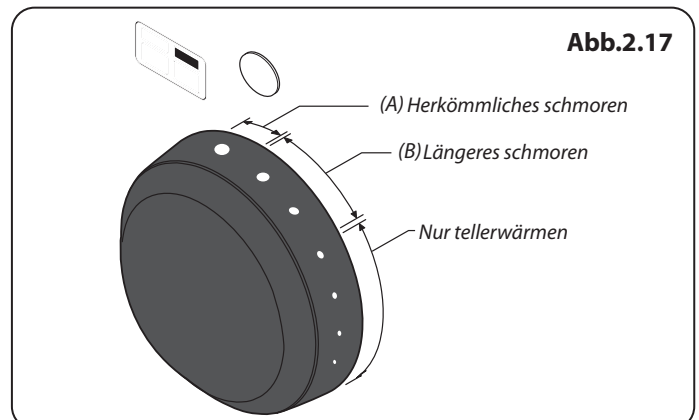

Abb.2.17
Mittels der graduierten Temperaturskala an der Bedienblende (**Abb.2.17**) können Sie Gerichte mehrere Stunden oder den ganzen (A) Tag lang langsam garen lassen, wenn Sie nicht zu Hause sind (B).